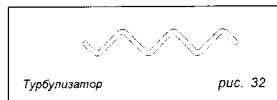

рис. 32
- во избежание накопления продуктов сгорания, которые могут значительно усложнить выемку турбулизаторов, встряхивайте и вынимайте турбулизаторы (рис. 32) через каждые 15-20 дней работы котла;